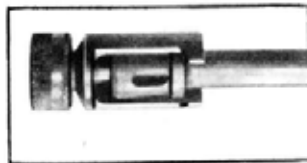

Fig. 24
- inserire il rafforzatore di rinculo di lato sul lanciagranate; inserire il pistone nella bocca dello spegnifiamma, avvitare il pistone a fondo in senso orario (fig. 24).
- insert piston in muzzle opening of flash suppressor, screw piston tightly, turning it clockwise (figure 24).